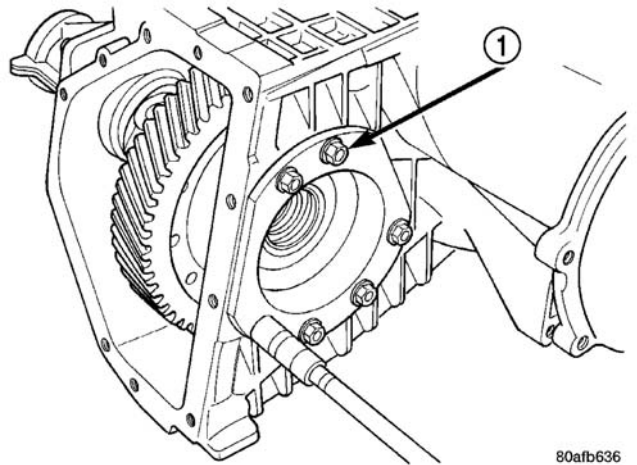
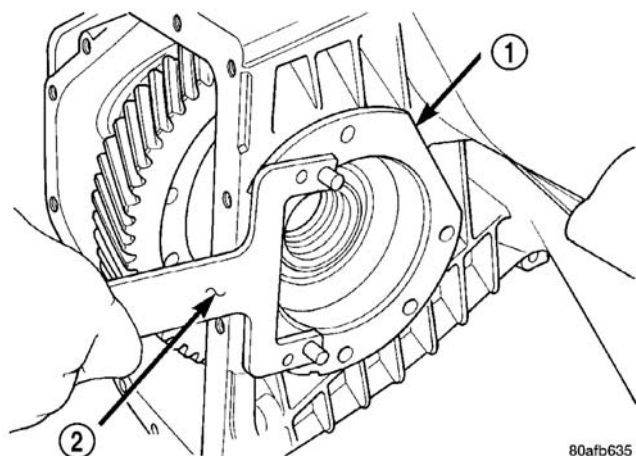

图 176 差速器轴承座螺栓
图 177 拆卸轴承座
三个液压作用的输入离合器用于驱动行星系部件。低速档、超速档和倒档离合器被视为输入离合器总成，离合器总成（图 176）还包括：
- （2）卸差速器轴承座和螺栓（图 176）（图 177）。